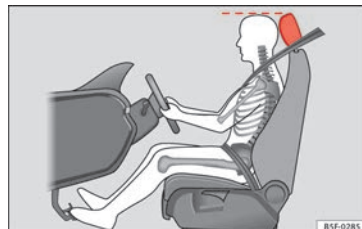

Fig. 82 Posição correta do encosto de cabeça do condutor.
- Ajuste o encosto de cabeça de modo a que o rebordo superior do mesmo fique alinhado com a parte superior da sua cabeça » **Fig. 82.**